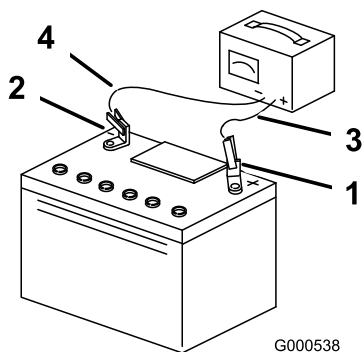

Figure 52
5. Quand la batterie est chargée au maximum, débranchez le chargeur de la prise, puis débranchez les fils du chargeur des bornes de la batterie (Figure 52).